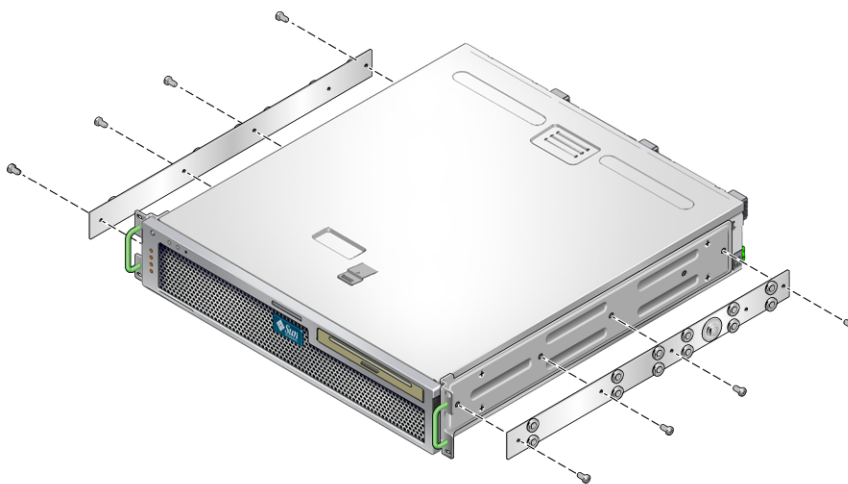

图 3-9 将滑杆固定到服务器底盘上
5. 使用机架装配工具包中的八颗 M4 × 0.5 × 5 毫米十字截锥头螺丝（每侧使用四颗），将每个滑杆固定到服务器底盘的侧面（图 3-9）。